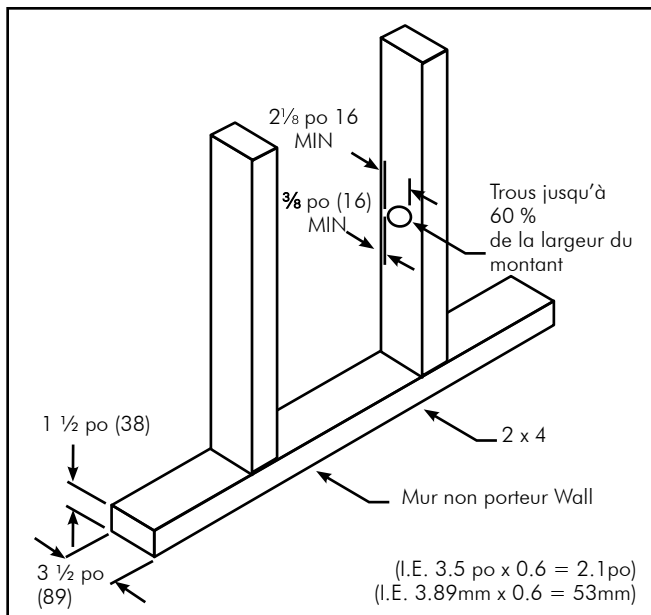

FIG. 4-8 Trous dans les murs non porteurs
- Lorsque des trous doivent être percés dans des éléments verticaux non porteurs de l'ossature murale, la taille de ces trous ne doit pas être supérieure à 60 % de la largeur de l'élément (**voir la FIG. 4-8**).